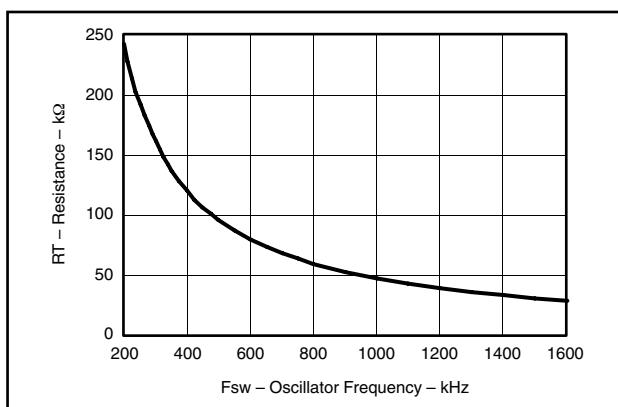

図 1. RT 設定抵抗 vs スイッチング周波数
特定のスイッチング周波数に対する RT 抵抗を決定するには、式 (4) を用いるか、図 1 の曲線を使用します。ソリューション・サイズを小さくするには、スイッチング周波数をできるだけ高く設定しますが、電源効率と最小制御可能オン時間の間でトレードオフを考慮する必要があります。